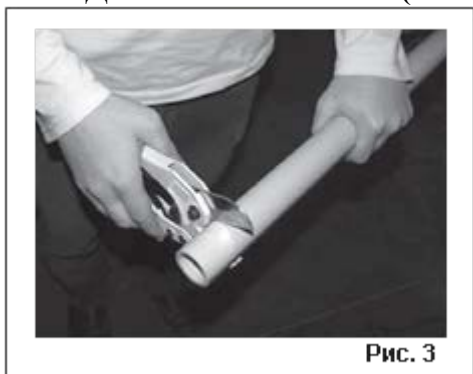

Рис. 3
8.4. Насадки необходимо устанавливать так, чтобы наружный диаметр насадки не выходил за поверхность нагревательного элемента. Насадки диаметром 50мм и более необходимо устанавливать на нагревательном элементе через отверстие (7).
9. ПОДГОТОВКА ТРУБЫ (Рис. 3)